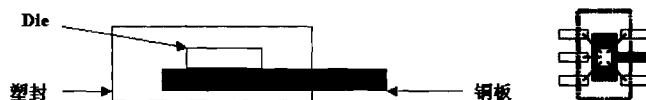

图 3 驱动 IC 剖面与俯视图
4) 驱动芯片的封装应有利于驱动芯片管芯的快速散热,如将管芯(Die)直接绑定在铜板上,并有一 Pin 直接延伸到封装外,便于直接焊接在 PCB 板的铜箔上迅速导热(图 3)。如在一个类似 4X4mm 的硅片管芯上,要长时间通过 300-1000mA 的电流,必然有功耗,必然会发热,芯片本身的物理散热结构也是至关重要的。